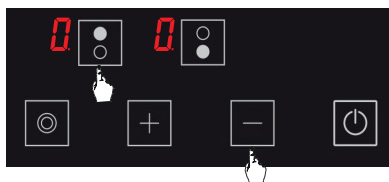

Figure 21
2. Appuyez sur la touche de sélection de plaque de cuisson supérieure (**■**) et sur la touche moins (**-**) simultanément. (voir Fig. 21) Vous entendrez un court signal d'avertissement à ce moment-là. Puis, enlevez vos doigts du panneau de commande de la cuisinière.